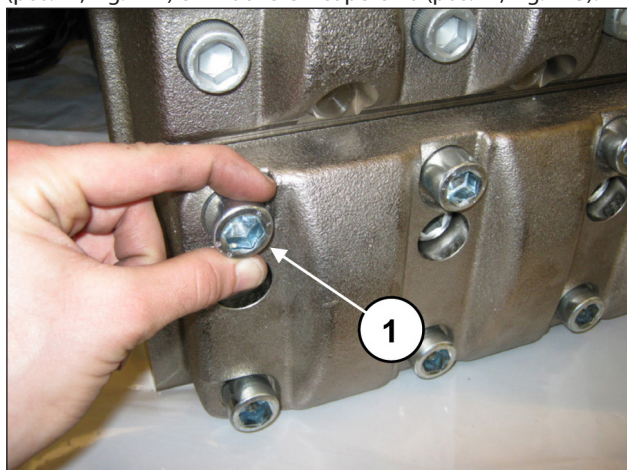
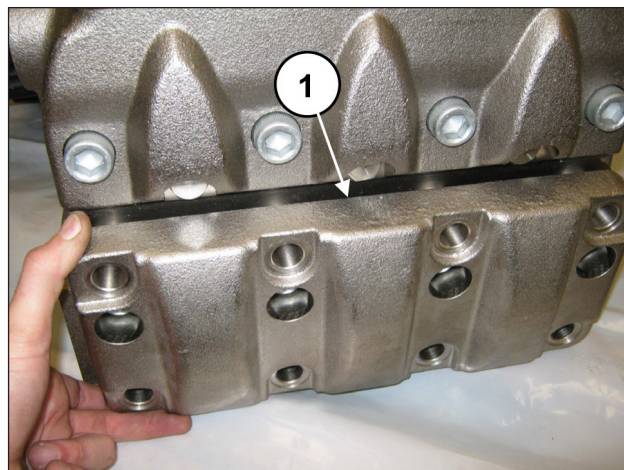

Fig. 142
Fig. 143
Svitare le 8 viti M18x65 del coperchio valvole aspirazione (pos. ①, Fig. 142) e rimuovere il coperchio (pos. ①, Fig. 143).